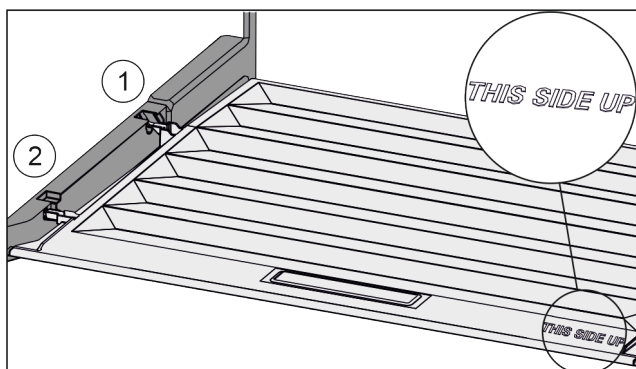

Fig. 151
- ▶ Sätt in lockbygeln över öppningen för den bakre hållaren Fig. 151 (1) och fäst den framtill i hållaren Fig. 151 (2).